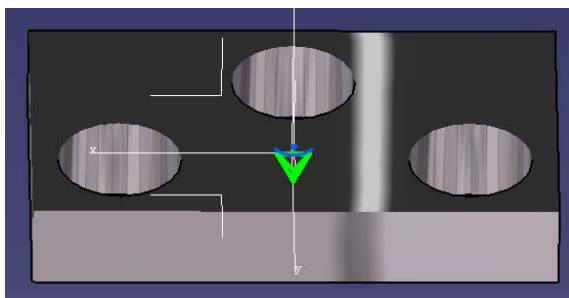

图 6-2
(1) 在 Part Design 中用 Profile → Circle → Pad 画如图 6-2 后, 进入 Generative Structural Analysis (选择菜单 View → Render Style → Customize View, 对话框中选择